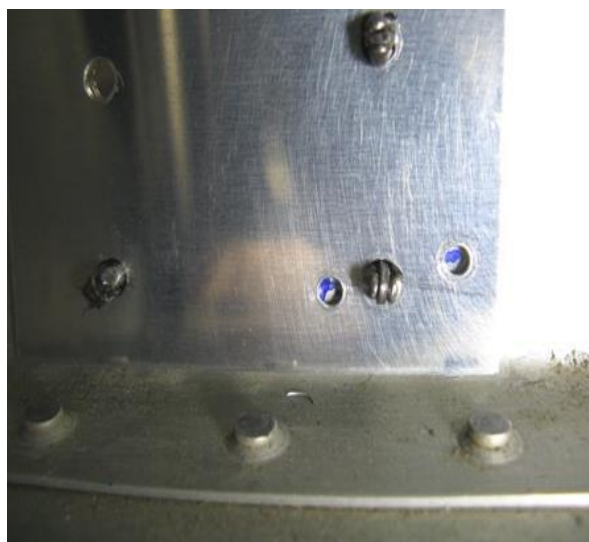

FIGURA 8: VERIFICAR AS MARCAS ATRAVÉS O GUIA DE FUROS
PASSO 13: “Clecar” o guia de furação no local no Bordo de Fuga. Verificar se os locais marcados na longarina são visíveis no guia de furação, como mostrado na figura 8. Se os furos não estiverem bem alinhados, remover o guia de furação e usá-lo como gabarito para fazer um guia de furação substituto, com o guia de furos de alívio reposicionado.